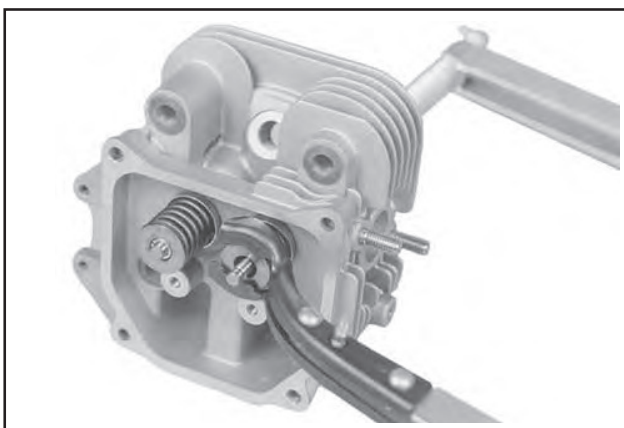

Abbildung 9-57. Entfernung der Ventile mit dem Federkompressor.
2. Die Ventildfedern mit einem Federkompressor zusammendrücken. Siehe Abbildung 9-57.